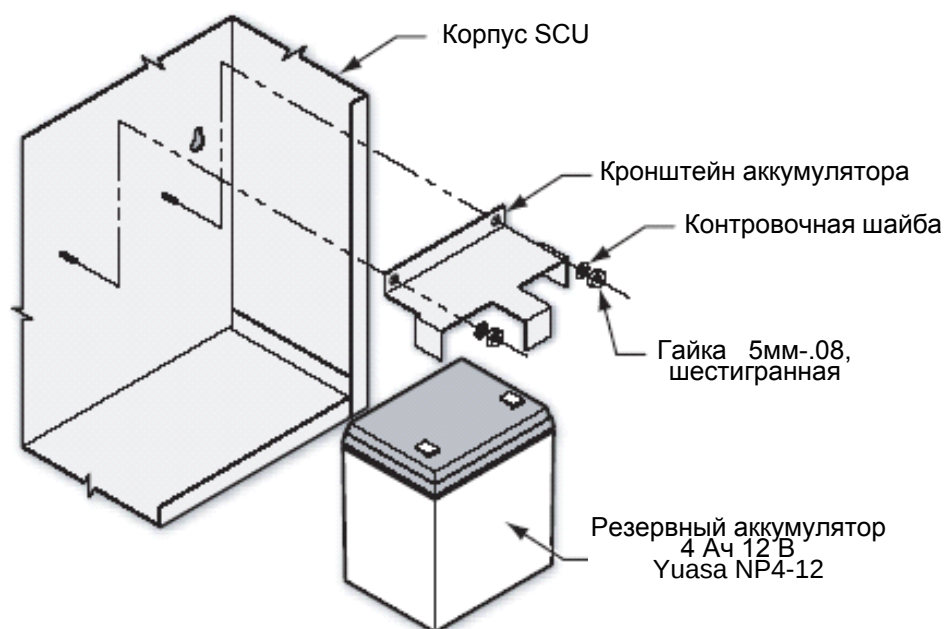

Рис. 5. Установка резервного аккумулятора
1. Аккуратно положите кронштейн на аккумулятор, не допуская соприкосновения кронштейна с клеммами аккумулятора. Аккумулятор должен быть сориентирован выводами к лицевой части корпуса (см. Рис. 5).